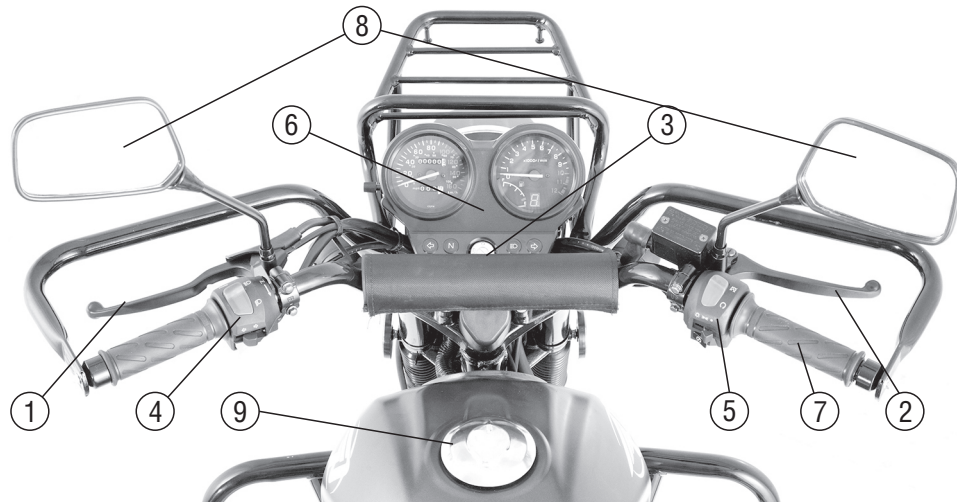

Рис. 4. Вид на руль
**Рычаг сцепления** (рис. 4, поз. 1). Нажатием на рычаг разобщается муфта сцепления, в результате чего крутящий момент от двигателя не передается трансмиссии
**Рычаг тормоза переднего колеса** (рис. 4, поз. 2). Нажатием на рычаг приводится в действие тормоз переднего колеса, при этом загорается лампа стоп-сигнала.
**Рукоятка управления дросселем** (рис. 4, поз. 7). Рукоятка управления дросселем используется для регулирования скорости. Для увеличения скорости рукоятку поворачивают на себя; для уменьшения скорости поворачивают от себя или отпускают (при этом дроссель переместится под действием пружины в положение, соответствующее работе на холостом ходу).